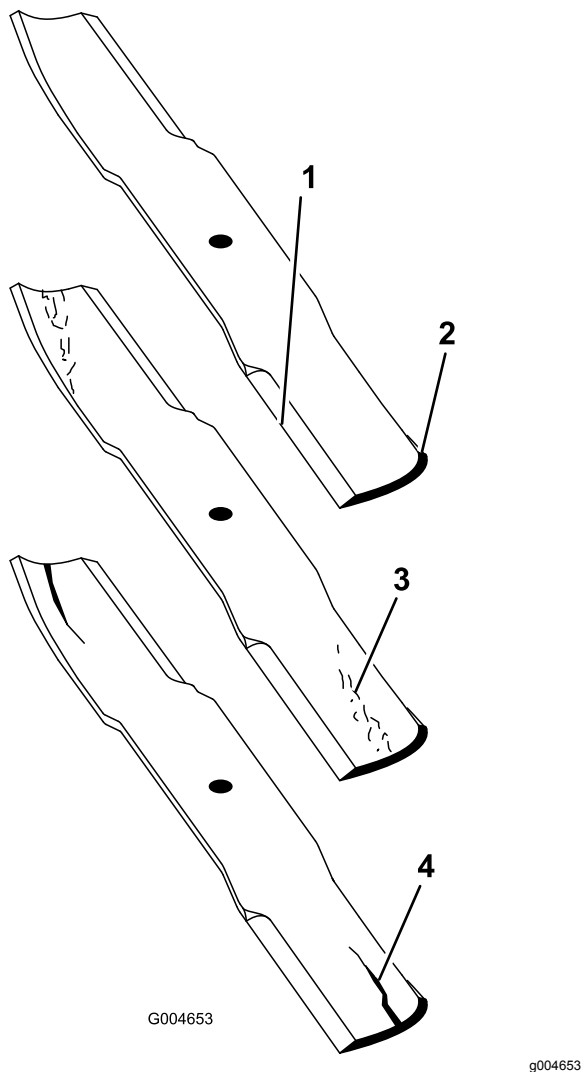

図 30
2. ブレードの切っ先を注意深く観察、特に、直線部と曲線部が交わる部分をよく観察する  図 30。
注 この、直線部と曲線部の交差域は、砂などによる磨耗が進みやすい部分なので、機械を使用する前によく点検することが必要である。磨耗が進んでいる場合  図 30 にはブレードを交換する。